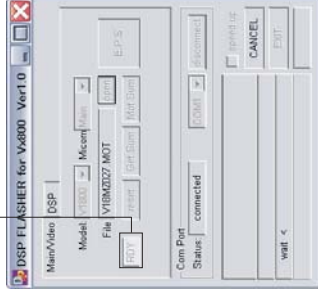

Fig. 7
- 4. Press the [RDY] button. (Fig. 7)
- 4. [RDY] ボタンを押します。(Fig. 7)